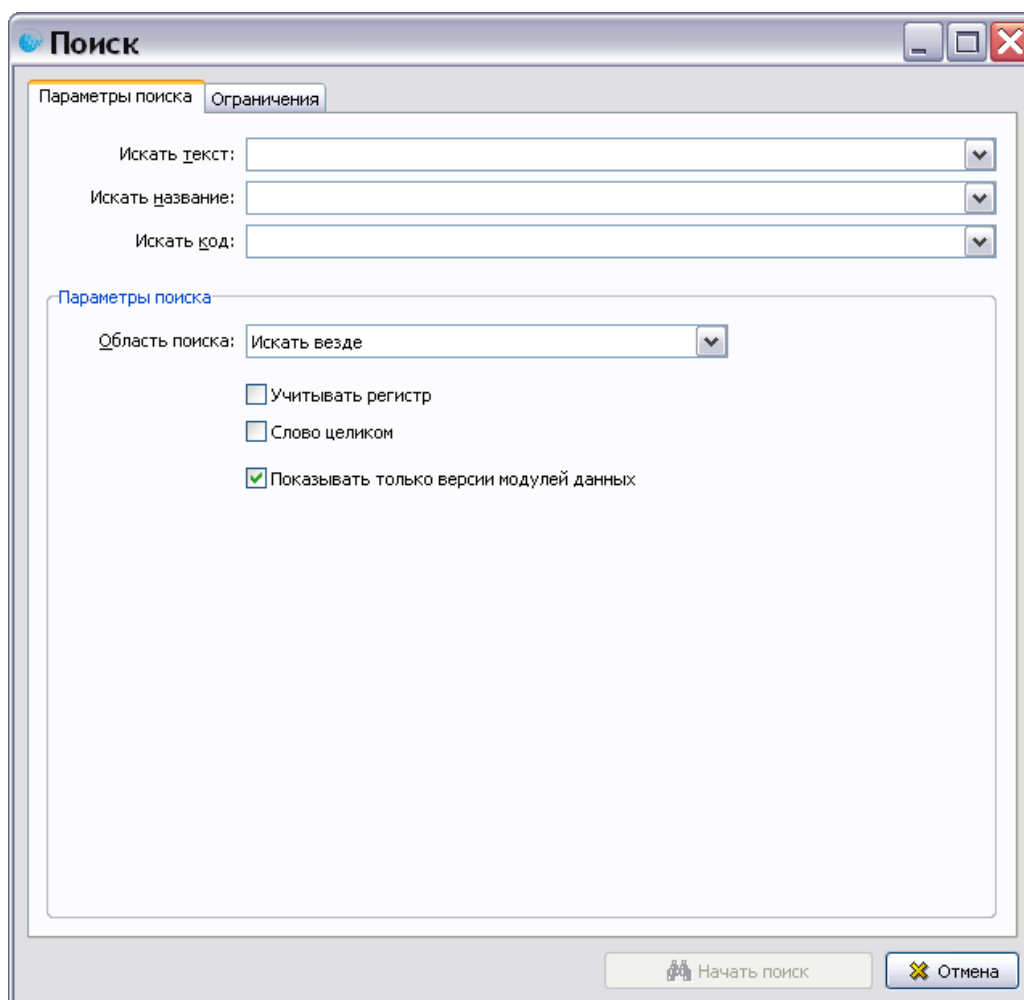

Рис. 61
2. Нажмите на кнопку **Поиск** , в выпадающем меню выберите пункт **Поиск ...** (или нажмите клавиатурную комбинацию CTRL+F). При этом откроется окно **Поиск** (рис. 61).